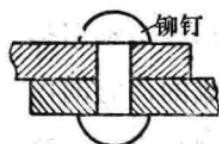

图 1-4
1. 工人同志把两个金属零件铆在一起时，有的把铆钉加热，然后再进行铆接（热铆），热铆有什么优点（图 1-4）？